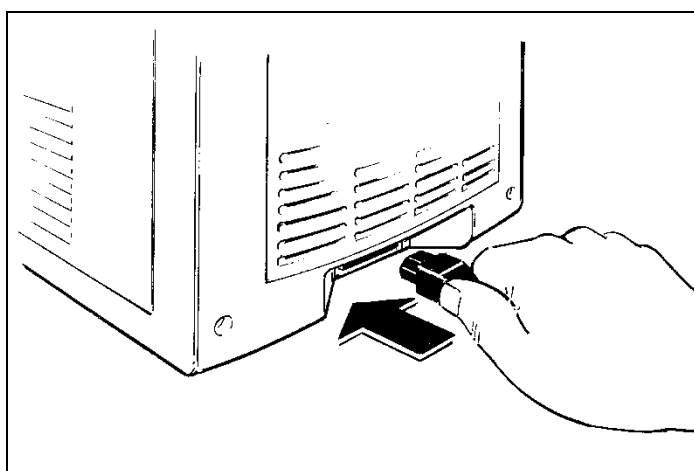

Fig. 23
-Activer l'interrupteur général A (fig.23).